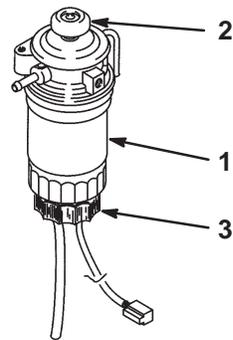

Bild 22
3. Öffnen Sie den Ablasshahn am Kraftstofffilter/Wasserabscheider um ungefähr eine Umdrehung und lassen angesammeltes Wasser ablaufen. Pumpen Sie das Wasser ggf. mit der Vorpumpe ab (Bild 22). Ziehen Sie anschließend die Verschlusschraube wieder fest.